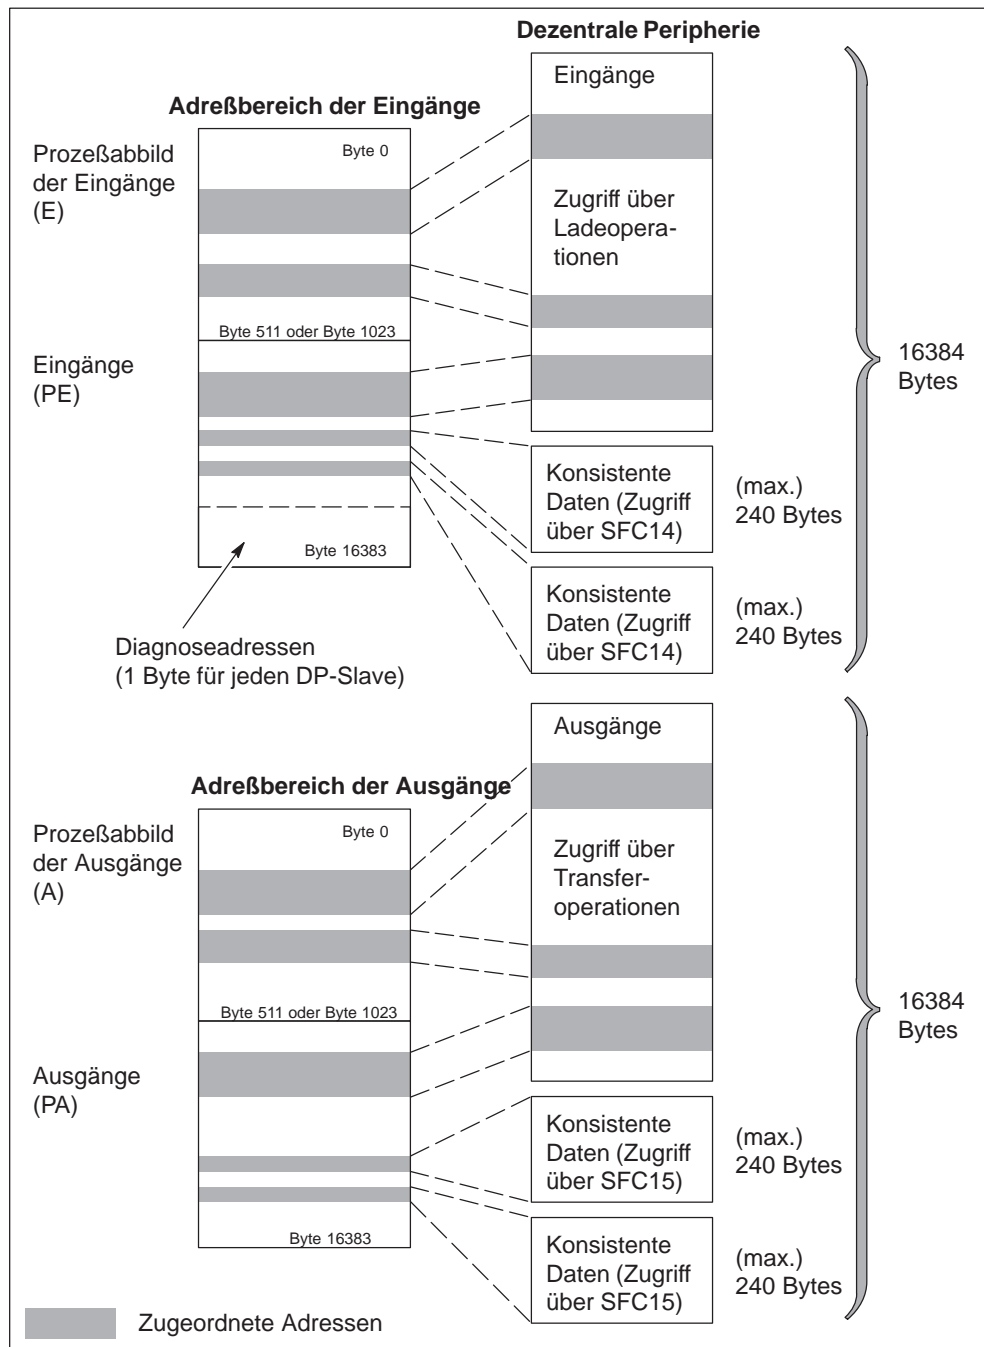

Bild 6-5 Zugriffen auf die dezentrale Peripherie
- Wenn Sie auf Daten im Byte-, Wort- oder Doppelwortformat zugreifen möchten (d.h. als 1 Byte, 2 Bytes oder 4 Bytes), können Sie mit den Lade- und Transferoperationen (L und T) in der Anweisungsliste oder der Operation MOVE (Wert übertragen) im Kontaktplan die dezentralen Ein- und Ausgänge lesen und in sie schreiben (siehe Bild 6-5). Auf E/A-Daten kann im Prozeßabbild oder im Peripherieabbild zugegriffen werden.
Wie in Bild 6-5 dargestellt ist, kann das Anwenderprogramm auf (jeweils) maximal 16384 Bytes an Eingängen und an Ausgängen zugreifen, und zwar in der Anweisungsliste über die Lade- und Transferoperationen (L und T) und im Kontaktplan über die Operation MOVE (Wert übertragen).